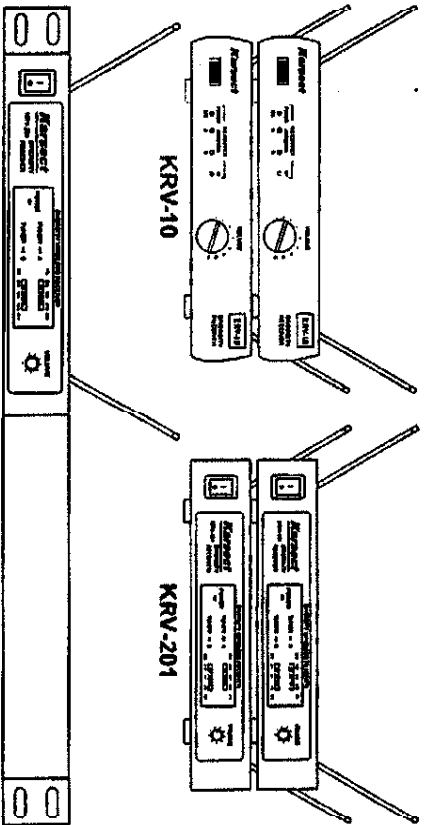

图1
4. 接收机可叠置或安装在托架上：如果多套系统并用，天线不得互相交叉。(参看图1)
\* 接收机叠置或安装在机架上, 注意天线不得互相交叉或接触 (见图1)